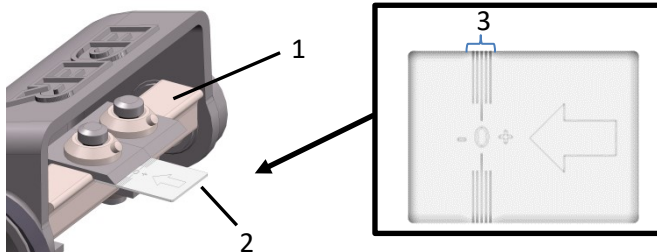

Fig. 7 : Réglage des couteaux
- > Poussez la jauge de réglage (2 – Fig. 7) sous le couteau dans le sens de la flèche jusqu'au cylindre d'écorçage (1 – Fig. 7).
Attention : Le tranchant du couteau doit se trouver dans la zone marquée (3 – Fig. 7).